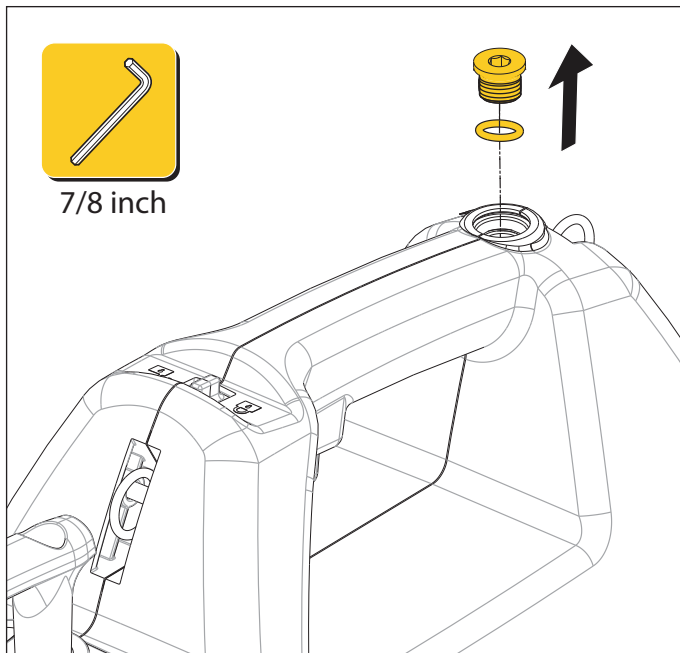

Figura 11. Comprobar el nivel de aceite del depósito
5. Saque el tapón de llenado de aceite y la junta tórica de la abertura de llenado. Utilice una llave Allen de 7/4". Asegúrese de que la junta tórica se ha sacado con el tapón. Véase figura 11.